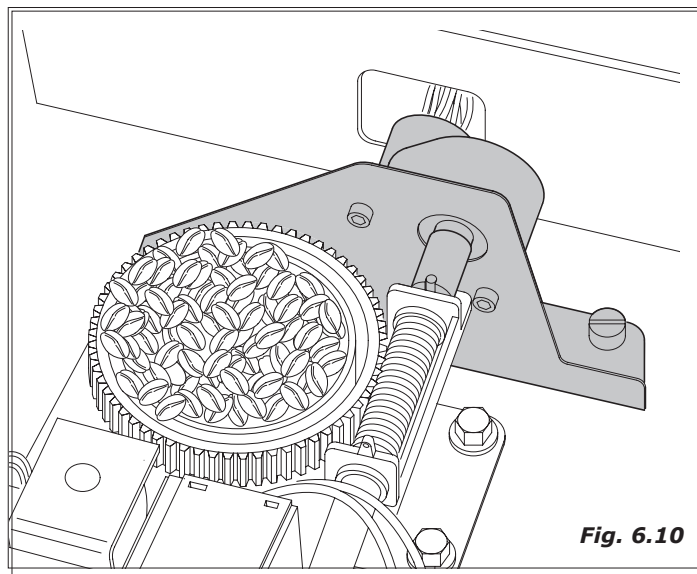

Fig. 6.10
- Regolazione automatica macinatura (Fig.6.10)